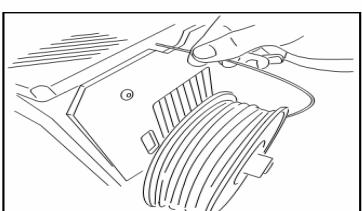

Figure 3.18 Charge du filament
- 2 Le chargement du filament se fera par l'arrière de la machine à travers la pièce de raccord de passage qui est rattachée au guide de Fibonacci (fig. 3.18). Il est très important de placer correctement la bobine et que le filament sorte à droite de la bobine. Coupez la pointe du filament en diagonale avec des ciseaux pour faciliter l'entrée du fil par le tube.